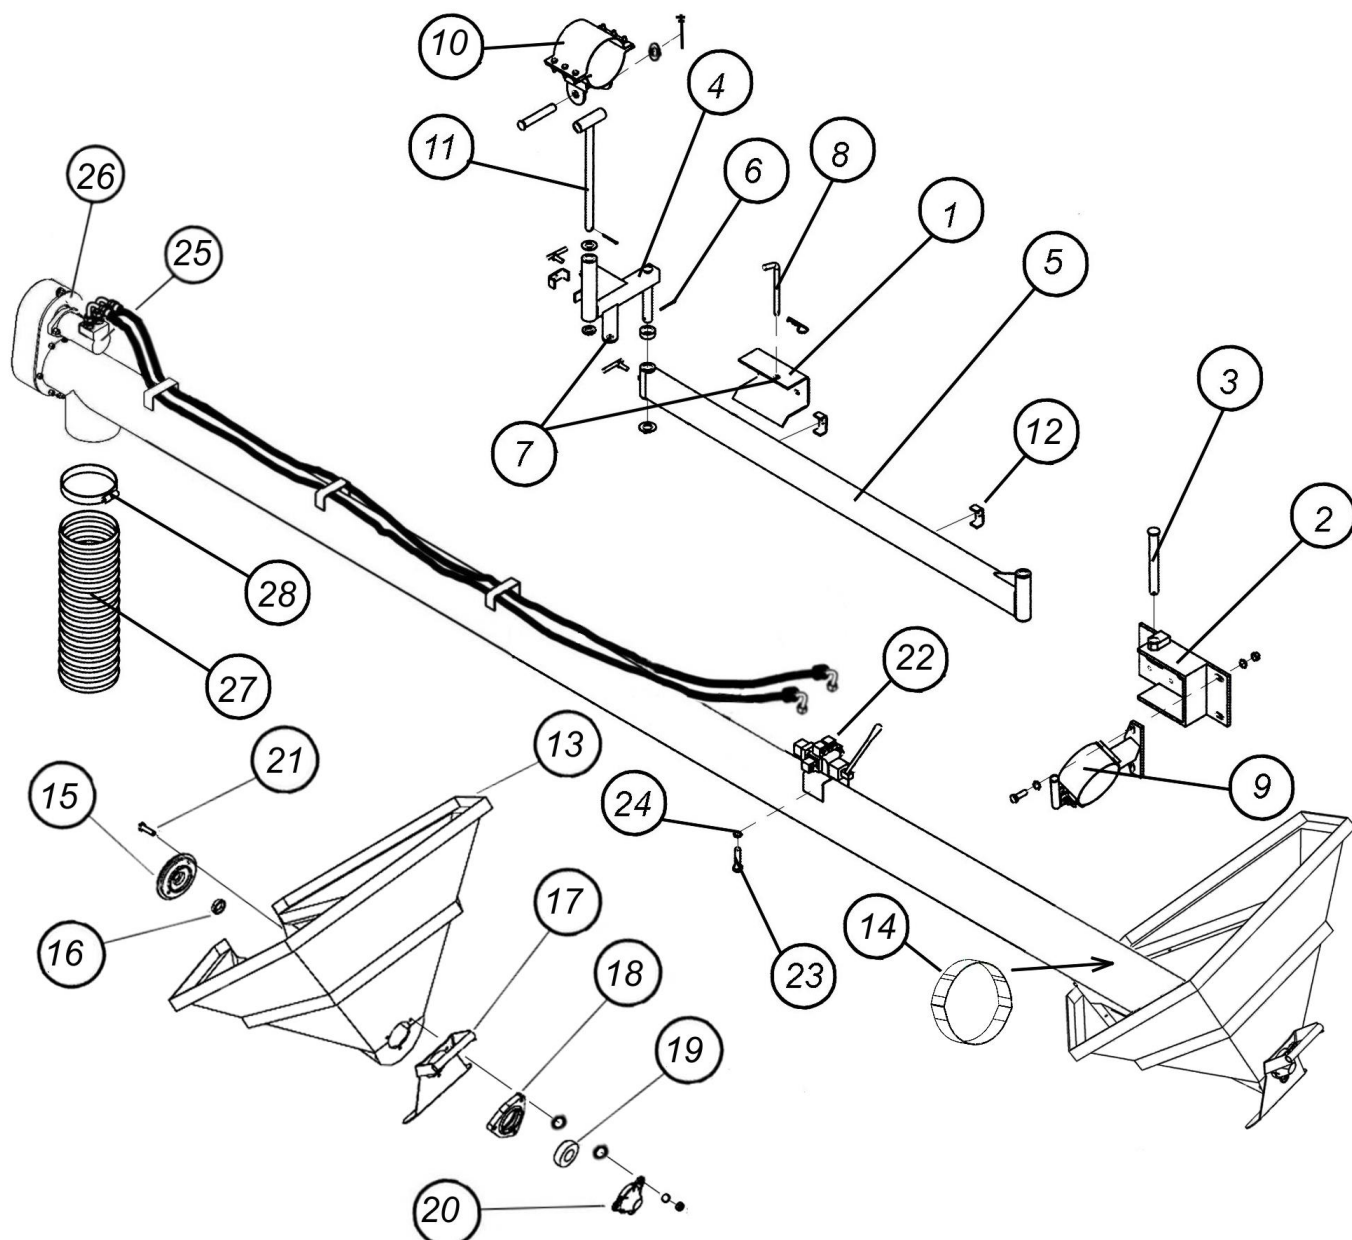

Рис. 5.2.1. Сборка и крепление шнека к бункеру
5.2.1. Закрепите кронштейн 1 (рис. 5.2.1) на установочную пластину на левой стенке бункера четырьмя болтами (M12x25), гайками и шайбами пружинными. Крепление предварительное, туго не затягивать.
5.2.8. Присоедините гидромотор 25 (рис. 5.2.1.) к кронштейну 26 при помощи двух болтов ($\text{M}12 \times 40$), гайк и пружинных шайб. Соедините вал гидромотора со звездочкой, которая посредством цепной передачи передаёт крутящий момент на звездочку вала шнека (см. рис. 7.2.14 Каталога).
5.2.9. Установите шнек в сборе на бункер, зажав его хомутом 9 и зажимом 10 (см. рис. 5.2.1). Зажим 10 располагать по меткам (2 белые линии) Это позволит легко управлять шнеком благодаря равномерному распределению его веса.
ковым штуцером (3/4" x M20) на кране-распределителе и пропустите под трубой шнека, закрепите шланги на кронштейне 4 и балке 5 с помощью кронштейнов для крепления шлангов 12 (рис.5.2.1).
Закрепите гофрированный шланг 38 на трубе шнека хомутом 39 (рис. 5.2.1).